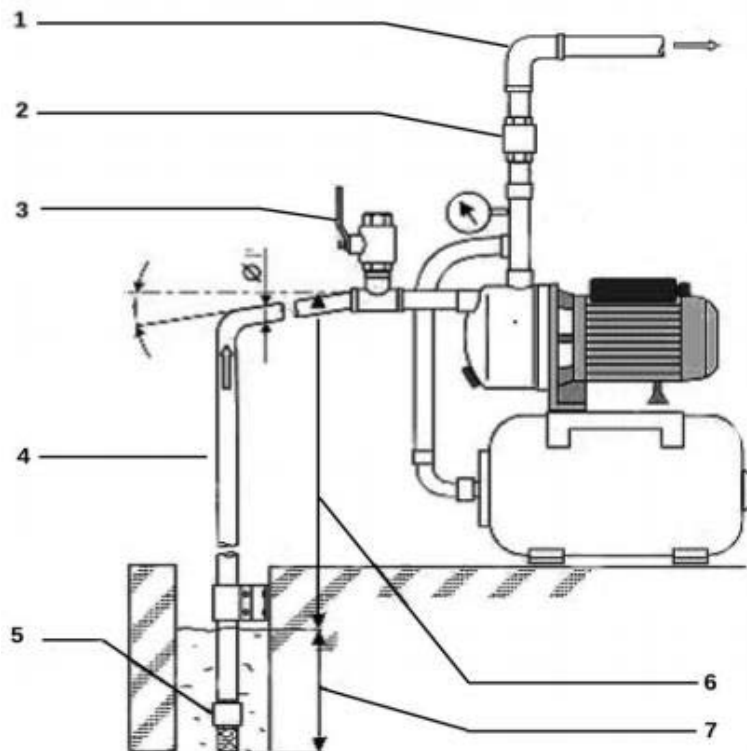

Рис. 2 – Схема установки
При монтаже всасывающего трубопровода (4) необходимо обеспечить непрерывный уклон трубы от насоса к источнику водозабора не менее 1 градуса для исключения скопления пузырьков воздуха и образования воздушных пробок. Рис. 2.